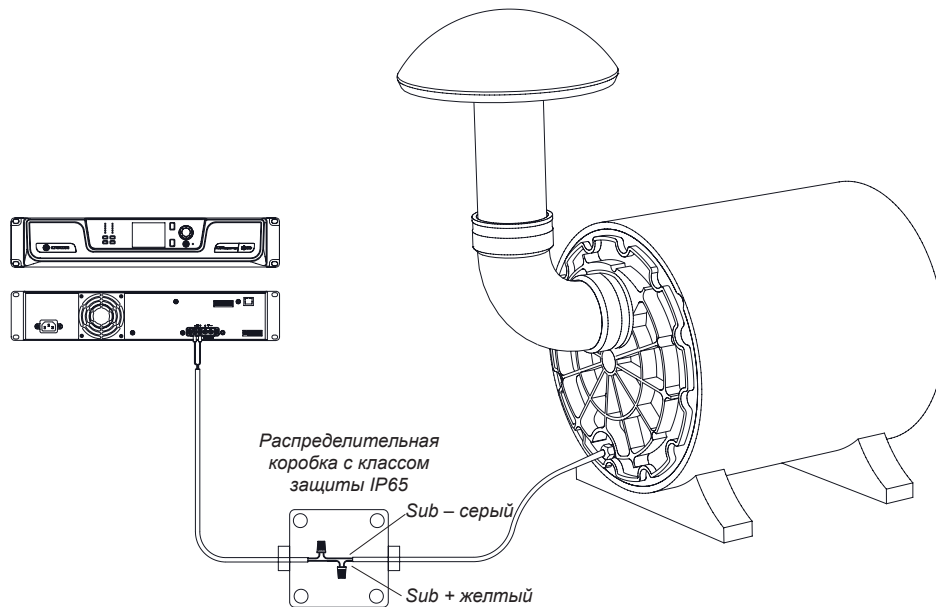

Рисунок 31
2. Подключите желтый входящий гибкий провод сабвуфера (+) к проводу (+) от выхода усилителя, а серый входящий гибкий провод сабвуфера (-) к проводу (-) от выхода усилителя (см. рисунок 31). Воспользуйтесь обжимными соединителями или соединительными изолирующими зажимами для надежного подключения. Для повышенной надежности выполните подключение внутри подземной водонепроницаемой электрической распределительной коробки IP65 (продается отдельно).